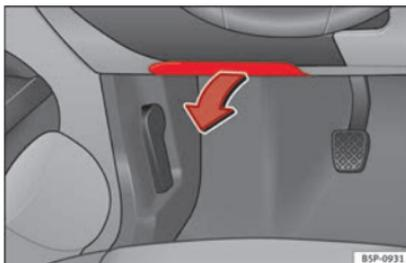

Fig. 173 Lato sinistro della plancia portastrumenti: coperchio della scatola dei fusibili.
- **Apertura:** abbassare la copertura » **fig. 173.**